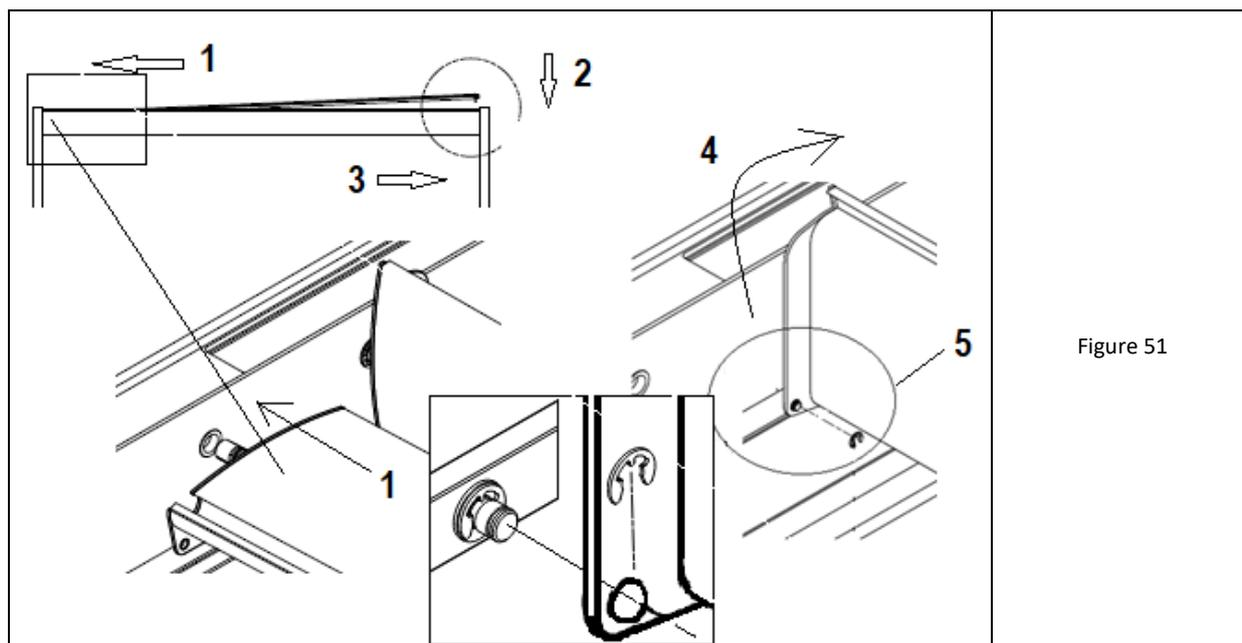

Figure 51
18. Insérer des lames successives en partant de l'endroit des lames déjà insérées vers les extrémités de la pergola. Placer la lame horizontalement sur la poutre, l'incliner et insérer la tige du côté de l'entraînement dans le trou de la poutre. Après l'avoir enfoncé au maximum, abaissez l'autre extrémité et insérez-la également dans la poutre (étapes 1 à 3 de la Fig. 51).
19. Insérer la tige de la tringlerie du côté de la poutre (Fig. 51) En appuyant, veiller à ne pas pousser les bagues collectrices hors de l'embout de la lame.
20. Déplacer la lame vers la poutre d'entraînement et la tourner verticalement de manière à ce que la tige et la tringlerie passe dans le trou situé dans le coin inférieur du capuchon d'entraînement. Vérifiez la présence de la bague collectrice dans l'embout et ne la poussez pas vers l'extérieur. Fixez l'extrémité visible de la tige à l'aide d'un petit clip placé exactement dans la rainure de la tige (Fig. 51) - utilisez un outil spécifique.